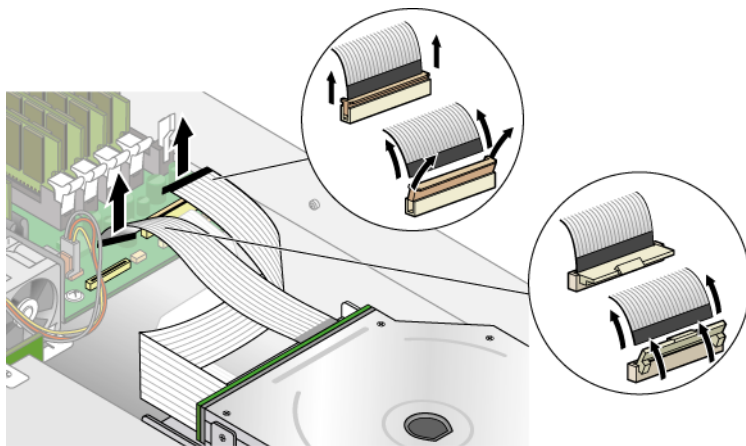

図 3-14 CD-ROM/DVD-ROM/フロッピーディスクドライブ構成部品のケーブルの取り外し
2. CD-ROM/DVD-ROM/フロッピーディスクドライブのリボンケーブルをマザーボードから外します (図 3-14 を参照)。